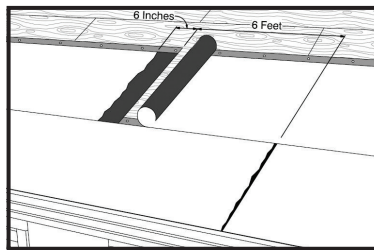

Fig. 2
6. Overlap at least 6 inches where the ends of two rolls meet. Apply a maximum 1/8 inch thick, 6 inch wide bed of roof cement complying with ASTM D4586 across the width of the underlying sheet, then lay the overlying sheet directly into the bed of cement, overlapping the underlying sheet at least 6 inches. Apply firm pressure to the overlying sheet at the lap to ensure good adhesion in the roof cement. See Fig. 2.
6. Al unir los extremos de dos rollos, superponga por lo menos 6 pulgadas. Aplique una capa de cemento para techo de 1/8 pulgadas de grosor y 6 pulgadas de ancho como máximo, que cumpla con ASTM D4586, en todo el ancho de la lámina subyacente, y luego aplique la lámina superpuesta directamente sobre el lecho de cemento, con una superposición de 6 pulgadas como mínimo con la lámina subyacente. Aplique una presión firme a la capa superpuesta de la franja para asegurar una buena adhesión en el cemento del techo. Ver la Fig. 2.